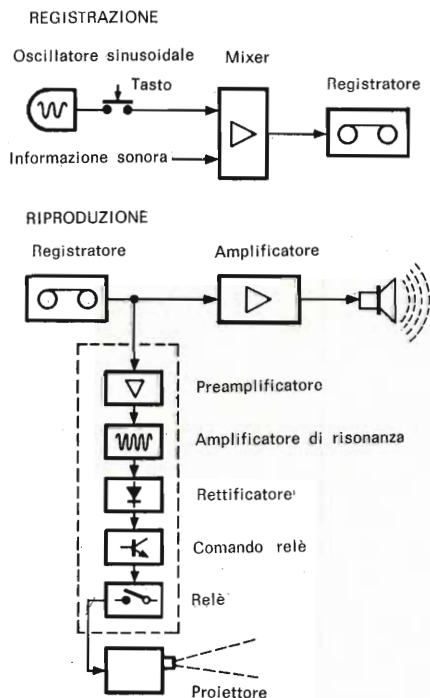
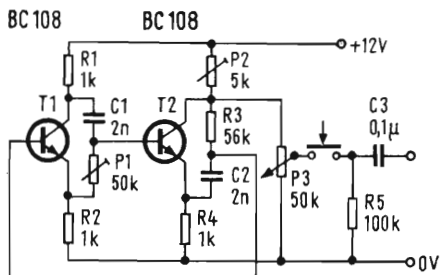

Fig. 2 - Schema a blocchi dell'apparecchio.
Fig. 3 - Circuito del generatore sinusoidale.
Fig. 3 - Caratteristiche semplificate illustranti il funzionamento del circuito di controllo. Z = zona morta;  $t_1$ ,  $t_2$ ,  $t_3$  hanno rispettivamente il valore di 17,5 °C, 20 °C e 21 °C.
E' stata introdotta una «zona morta» denominata Z, allo scopo di impedire che il sistema reagisca a piccole variazioni di temperatura (fig. 3). Questa «zona morta» dipende dai livelli di conduzione degli Zener  $D_{17}$  e  $D_{18}$  nella fig. 2. La ampiezza della «zona morta» è regolata con  $R_{26}$  che varia il guadagno dell'amplificatore operazionale (linea tratteggiata in fig. 3a). La velocità massima della ventola viene regolata mediante  $R_{28}$  (linea tratteggiata in fig. 3c).
- 1) Fissare la temperatura da controllare mediante  $R_{17}$  (fig. 2).
- 2) Regolare la larghezza della «zona morta» mediante  $R_{26}$  (fig. 2).
- 4) Regolare la più elevata velocità della ventola con  $R_{28}$  (fig. 2).
La fig. 2 mostra lo schema a blocchi. Durante la registrazione all'informazione sonora viene applicata un impulso ultrasonico proveniente dal generatore sinusoidale mediante un tasto che può essere costituito da un relè. Sul nastro del registratore vengono così incise ambedue le informazioni.
In fig. 3 è rappresentato lo schema del generatore sinusoidale per la creazione dell'impulso di avanzamento. Per la generazione della tensione sinusoidale si impiega un oscillatore basato sulla differenza di fase. I due condensatori C1 e C2 stabiliscono la gamma di frequenza che è compresa fra 3 kHz e 16 kHz. P1 stabilisce il valore della frequenza e P2 serve per tarare per la massima ampiezza e la minima distorsione. P3 serve invece per adattare l'ampiezza dell'oscillazione al registratore.